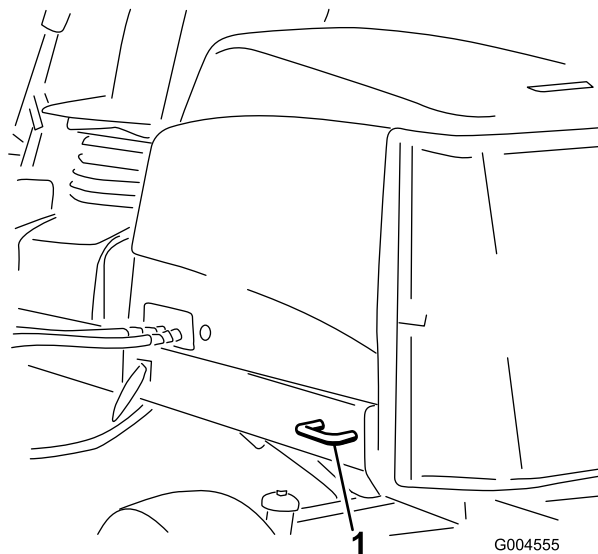

Figura 42
- **Parte posteriore della macchina** – Ogni lato della macchina sul telaio posteriore (Figura 42).